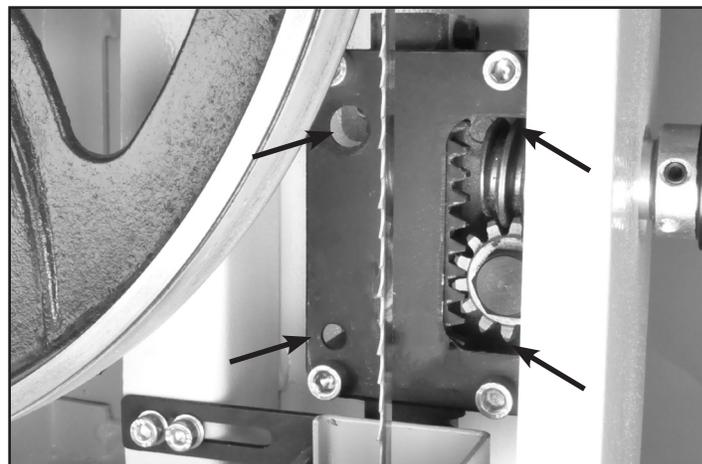

FIGURE 31
3. Ouvrez la porte du haut et abaissez complètement le protège-lame jusqu'à la table pour accéder au support de guide (#18E). Fig. 31.
5. Il y a aussi quatre vis de réglage (#55E) situées à l'arrière du support de guidage près des coins. Si le poteau de protection doit être légèrement incliné vers l'avant ou l'arrière de la table, ou même tordu sur un angle, effectuez l'ajustement avec ces vis. Fig. 31.- Avancer les deux vis de réglage du haut inclinera le poteau vers l'arrière de la table.- Avancer les deux vis de réglage du bas inclinera le poteau vers l'avant de la table.- Régler les deux vis de gauche ou de droite inclinera le poteau vers la droite ou la gauche.